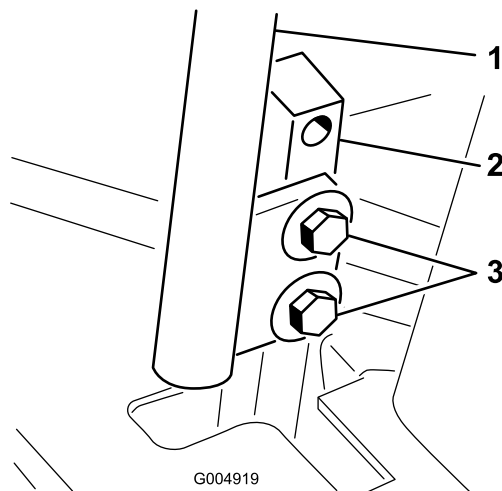

Figura 56
- Afloje los pernos que sujetan las palancas de control (Figura 56).